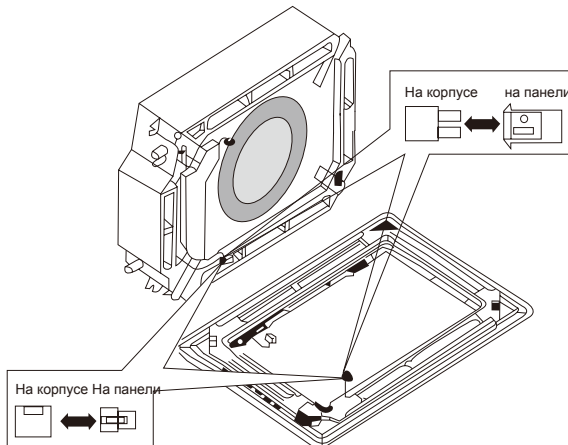

Рис.31
- 2) Соедините разъемы для провода двигателя поворотной заслонки, установленные на панели (Рис. 31).